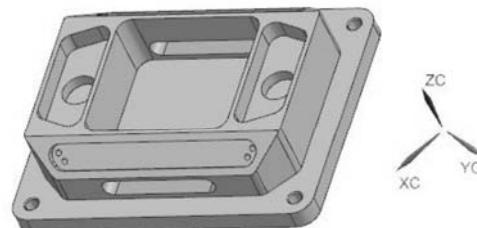

图 3-29 默认的零件与 WCS 位置关系
(1) 观察默认状态下的零件与 WCS 位置关系，如图 3-29 所示。